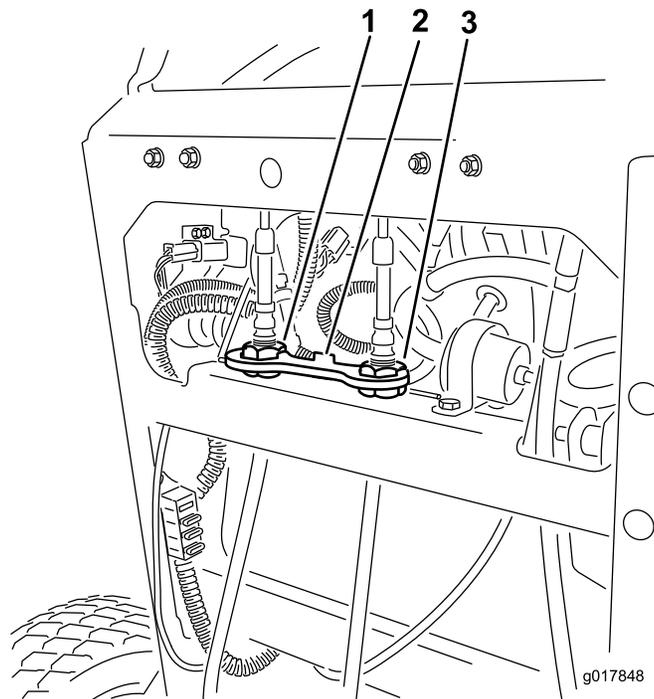

Figure 79
6. Placez le verrou à câble sur les écrous de réglage de câble pour bloquer le réglage (Figure 79).